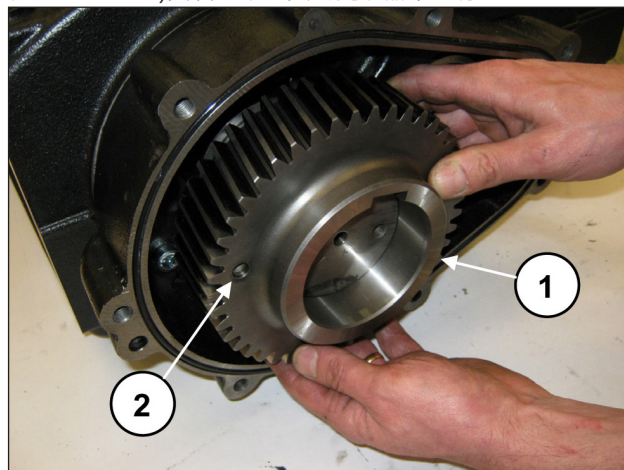

图 14
取出冠齿轮（位置①，图 14）。如有必要，可在 2 个 M8 孔（位置②，图 14）安装一个锤头式提取器来进行。